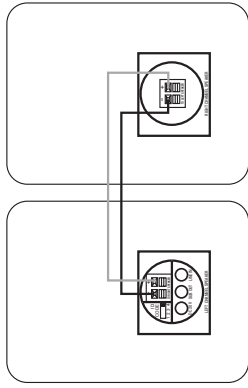

Figura 3.
Veja a Figura 3. Note que o cabo de coluna fornecido apresenta uma barra com a polaridade para ajudar a distinguir os seus dois condutores. Use essa barra para se certificar de que liga os terminais positivo (+) e negativo (-) de uma coluna de som respectivamente aos terminais positivo (+) e negativo (-) de outra. É indiferente utilizar o condutor que possui a barra para ligar os terminais positivos (+) ou os terminais negativos (-).
Passo 3. Ligue o cabo de coluna (incluído) aos terminais de pressão da coluna activa ⑤ e aos existentes na parte posterior do coluna passiva ⑩, como se mostra na Figura 3. Note que o fio de coluna fornecido apresenta uma barra com a polaridade para ajudar a distinguir os seus dois condutores. Use essa barra para se certificar de que liga os terminais positivo (+) e negativo (-) de uma coluna respectivamente aos terminais positivo (+) e negativo (-) do outro. É indiferente utilizar o condutor que possui a barra para ligar os terminais positivos (+) ou os terminais negativos (-).
Passo 4. Ligue o módulo transmissor ⑨ e a coluna activa ⑦ a uma tomada de parede usando a fonte de alimentação e o cabo de alimentação correctos. Certifique-se de que a antena do transmissor ⑪ está estendida e aponta para cima.
Passo 3. Ligue o cabo de coluna (incluído) aos terminais de pressão da coluna activa **6** e aos existentes na parte posterior do altifalante passivo **10**, como se mostra na Figura 3. Note que o cabo da coluna fornecido apresenta uma barra com a polaridade para ajudar a distinguir os seus dois condutores. Use essa barra para se certificar de que liga os terminais positivo (+) e negativo (-) de um altifalante respectivamente aos terminais positivo (+) e negativo (-) do outro. É indiferente utilizar o condutor que possui a barra para ligar os terminais positivos (+) ou os terminais negativos (-).